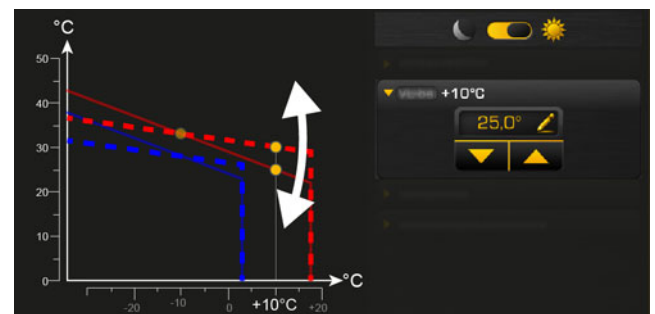

Fig. 7-101: Ajustement de la courbe de chauffage (en cas de températures extérieures supérieures au point de gel)
- Si, en mode de chauffe (au sein des temps de chauffage), les pièces sont toujours trop chaudes ou trop froides, il faut réajuster la courbe de chauffage. Voir chapitre Fig. 7-101: "Ajustement de la courbe de chauffage \(en cas de températures extérieures supérieures au point de gel\)".